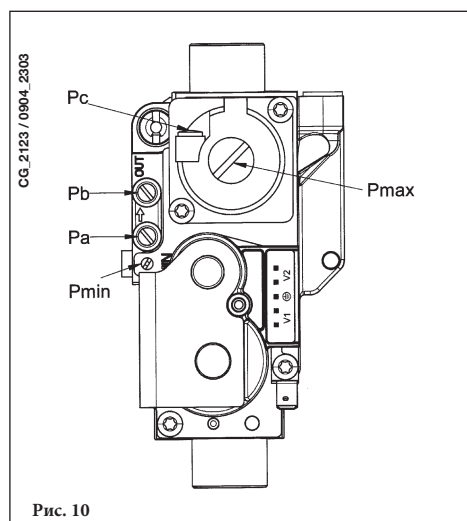

Рис. 10
- Подключите положительный вход дифференциального манометра, предпочтительно жидкостного, к точке измерения давления (Pb) газового клапана (Рисунок 10). Подключите, только для моделей с закрытой камерой, отрицательный вход этого же манометра к специальному тройнику, позволяющему соединить между собой компенсационную точку котла, компенсационную точку газового клапана (Pc) и сам манометр. (Аналогичное измерение можно выполнить, подсоединив манометр к точке измерения давления (Pb) и без передней панели закрытой камеры);
- e) Отрегулировать винт “Рмакси/Рмин” (рисунок 10) до получения величины давления, указанной в Таблице 1.